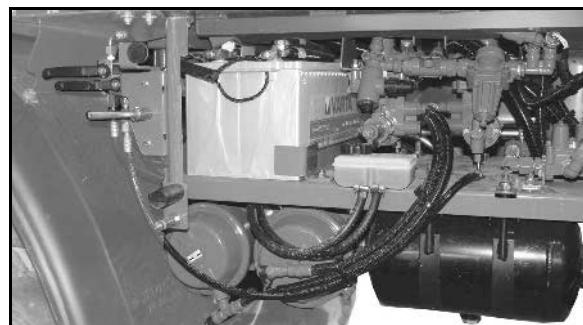

Fig. 172
1. Tryk strammerullen (Fig. 172/1) i pilens retning med en topnøgle (Fig. 172/3) til der kan fikses en holdestift Ø6 mm (Fig. 172/4) i montageboringen.
Kileribberemmen (Fig. 172/2) er strammet.
2. Træk først kileribberemmen (Fig. 172/2) af den mindste rulle hhv. af strammerullen.
4. Læg den nye kileribberem (Fig. 172/2) på.
6. Stram kileribberemmen igen vha. strammerulle og topnøgle (Fig. 172/3). Kontrollér, om kileribberemmen ligger rigtigt i dens føring.